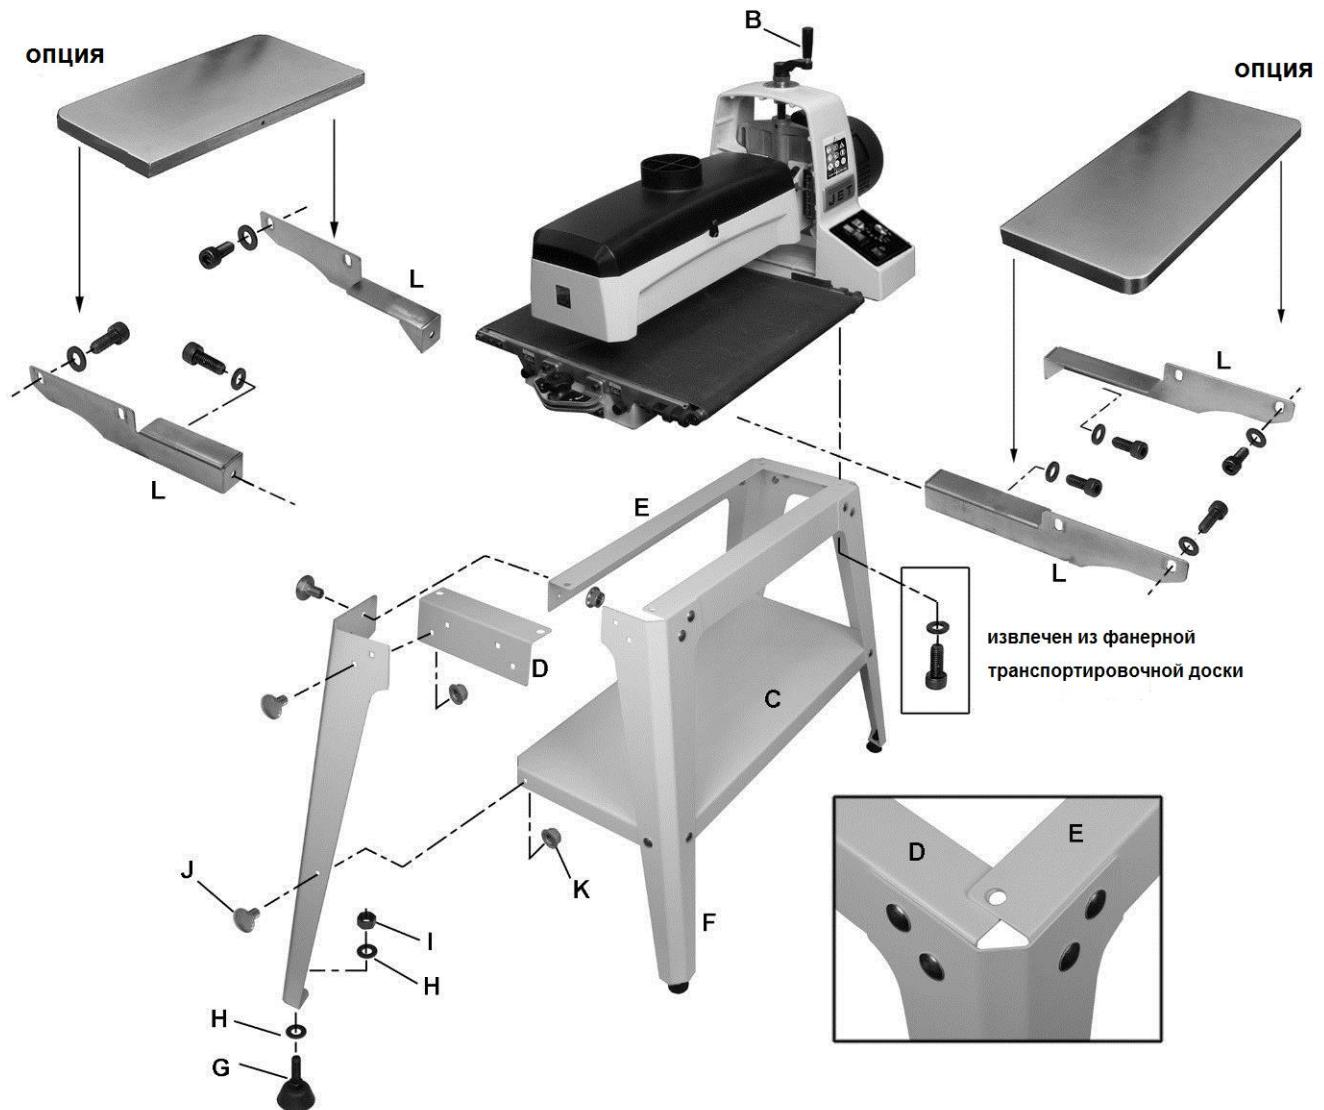

Рис. 6-3: Сборка.
(См. рис. 6-3. Если потребуется дополнительная информация, смотрите взрыв-схему в детализировке).
- Прикрепите ножки (F) к внешней стороне коротких уголков (D) при помощи винтов (J) и контргаек с буртиком (K). Затяните только пальцами.
- Прикрепите длинные уголки (E) к внутренней стороне ножек и поверх коротких уголков (D). Затяните только пальцами. ПРИМЕЧАНИЕ: полка длинного угла должна быть поверх полки короткого угла. См. рисунок-вставку на рис. 6-3.
- Переверните стенд вверх ногами. Установите полку (C) на ножки при помощи винтов и контргаек.
- Вставьте выравнивающую опору (G) в нижнее отверстие ножки вместе с шайбой и гайкой.
1. Установите кронштейны (L, Рис. 6-3) на резьбовые отверстия в основании шлифовального станка при помощи винтов с внутр. шестигранником M8x16 и плоских шайб. Убедитесь, что левый и правый кронштейны расположены, как показано на рисунке. Кронштейны должны заподлицо с рабочей поверхностью. ПРИМЕЧАНИЕ: Длинные кронштейны установите спереди (подача), короткие сзади (разгрузка).